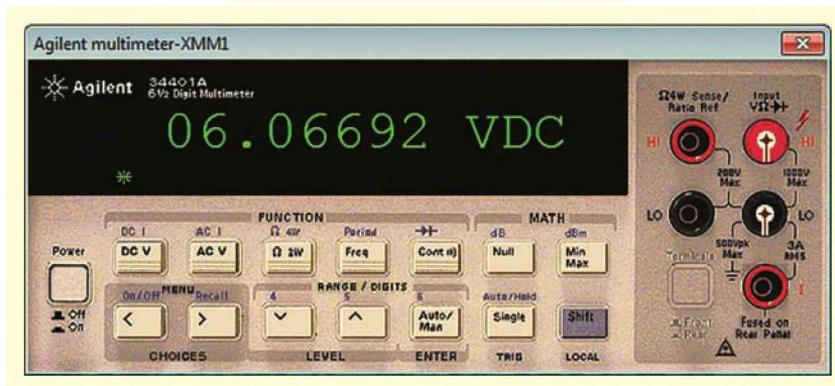

Figure 7.13
Discutez l'importance de la figure 7.13 qui représente une simulation du circuit envisagé dans l'exemple précédent.
7.6 Avez-vous compris ? Changer la tension d'alimentation de la figure 7.13 de 10 V à 15 V et refaire le calcul de V_{CE} . Comparer ce résultat à celui obtenu à *Avez-vous compris 7.5*.